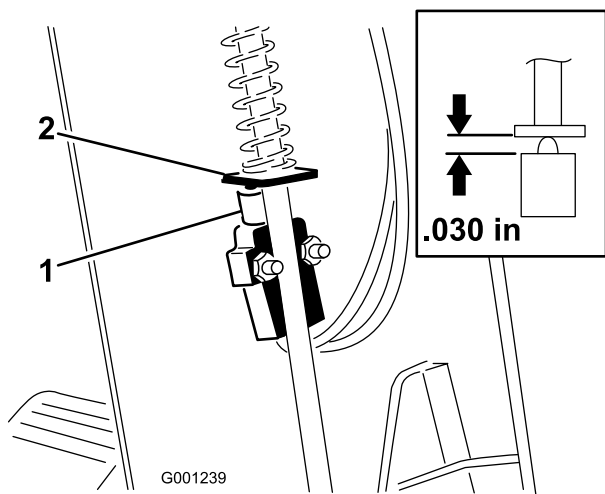

Figura 76
3. Mueva la cubierta por la columna de dirección para dejar expuesto el soporte del pivote (Figura 76).
5. Alinee el tope de la varilla del freno de estacionamiento con el émbolo del interruptor (Figura 76).
6. Presione hacia abajo la varilla del freno de estacionamiento y empuje hacia arriba el interruptor hasta que la longitud comprimida del émbolo del interruptor sea de 0,76 mm (Figura 76, detalle).